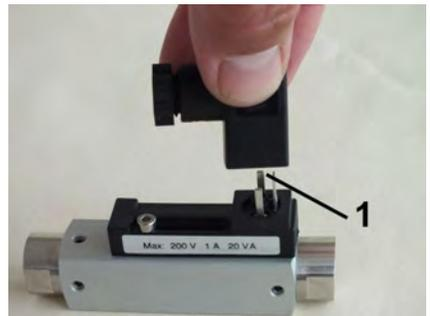

Abb. 53: Steckdose abziehen
- 2.** ➤ Steckdose mit dazugehöriger Dichtung (Abb. 53/1) nach oben abziehen